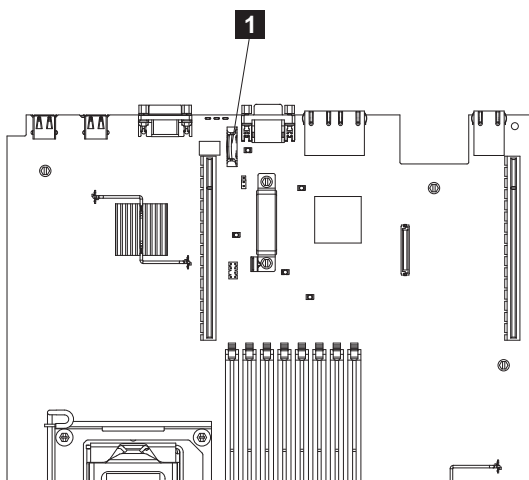

Figura 193. Local do portador de bateria CMOS do SAN Volume Controller 2145-CG8 ou 2145-CF8
2. Localize a bateria na placa-mãe. Figura 193 mostra o local (**1**) da bateria na placa-mãe.